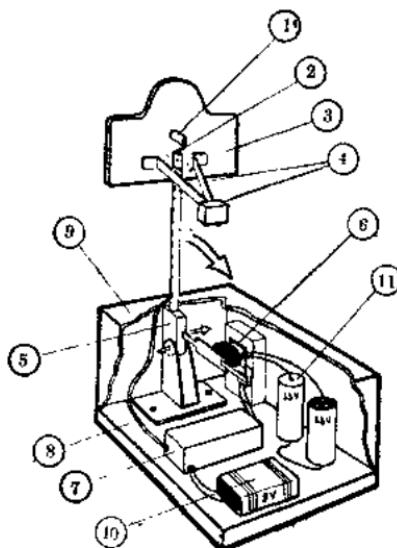
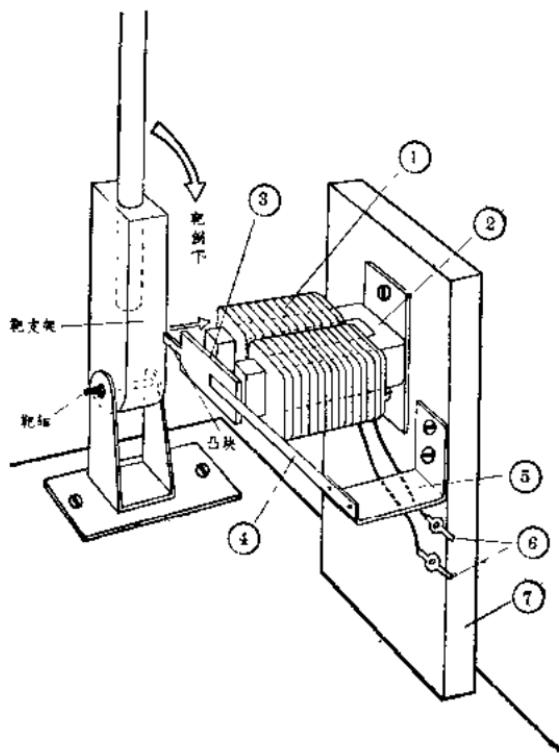
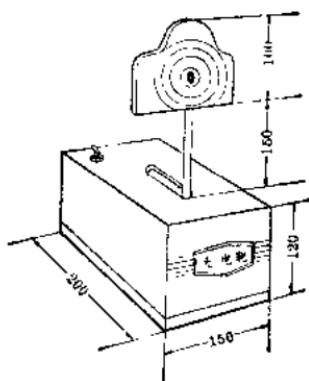

图 6-13
图 6-15
图 6-16
枪做好之后，下面就要做光电靶了。在图 6-13 中可以看到光电靶的构造：①是光导管，用来接收由光电枪射来的光线。②是从光导管连接到光电控制器去的软导线。光导管装在光电靶板③的中间。在光电靶板后面装有铁片支架和配重④。光电靶板③是安装在支架⑤上的。⑥是控制光电靶倒下
从图 6-15 中可以很清楚地看到光电靶的结构情况。①是电磁铁线圈。②是铁芯和底座。衔铁③是由弹性铜片④固定在弯角形的衔铁支架⑤上的。衔铁支架用两只木螺钉固定在木块⑦上。当光电枪内射出的光照到光电靶心的光导管上时，光电控制器的继电器便吸合，使电磁铁线圈能通过继电器的常开触点接通 3 伏电池，电磁铁产生吸力，把衔铁③吸向右去，衔铁被吸向右时，光电靶支架因没有凸块的支撑而倒下。我们要第二次再“打靶”时只要把靶扶起，使靶支架再次被电磁铁头上的凸块抵住就行了。因为，这时没有光线照射到光导管上，电磁铁不通电，由弹性铜片④使衔铁又向左面靠过去了，这就可以抵住重新扶起来的靶的支架。当我们了解了光电靶的工作原理后，就可以制作光电靶了。
按图 6-16 的尺寸,用木板(最好用三合板)制作靶板和外壳等等部件,涂上油漆。把光导管塞入一个由薄铁片卷成的直径 6~8 毫米、长 40 毫米的小圆筒的底部。这主要是使光导管不受日光照射的影响。再把这个塞了光导管的小圆筒塞紧在靶板中心的小孔中。另外要注意,这个小圆筒一定要垂直于光电靶的靶板。再按图 6-13 ④的样子用铁皮做两条配重的支架,用锡或铅牙膏壳做成一小块配重,固定在配重物支架上,把支架用小钉固定在靶板后面。靶板支架可用木条或
木块做成，下面用铁皮做一个U形的托架，钉在靶的木底座上（图6-13）。再把光电控制器安放在靶底座上。剩下就是制作电磁铁和总的调整工作了。电磁铁的做法同通用光电控制器的电磁铁做法是一样的，用薄铁皮迭成铁芯，上面用直径0.2~0.3毫米左右的漆包线，按图6-17B的方向绕满线圈框架，两个线圈绕线的方向要注意，如果反了，电磁铁是不会产生吸力的。再把电磁铁和衔铁、衔铁支架按图6-15的样子装
先把光电枪的光线对准光电靶中心的光导管照一下，看看电磁铁的衔铁是不是能吸上。如果电磁铁的衔铁吸不上，那就要找找原因，到底是衔铁的弹簧片太硬了呢？还是衔铁离开磁铁的铁芯太远了？一般衔铁离开磁铁的铁芯只要有3毫米左右就行了，不能太远，太远了电磁铁吸力不够，就吸不上衔铁。也有可能是靶板后面的配重太重了，使得靶板的支架把衔铁头上的小凸块压得太紧，而使衔铁卡住吸不上。如果是这样，那就需要把配重减轻一点。当我们排除了上面的一些故障之后，当光电枪筒的光线一照到光电靶中心的光导管上，电磁铁就会啪的一声把衔铁吸上了。接着我们再检查一下电磁铁吸住了衔铁之后，靶板是不是能立刻向后倒下来？如果虽然电磁铁吸上了衔铁，但是靶板却并不向后倒下来，那肯定是衔铁吸上之后，它的小凸块还未能完全离开靶板支架。这时，我们只要把安装电磁铁的大木块（图6-15的⑦）向右略移过去一点，使得电磁铁一吸上衔铁后，衔铁端头的凸块便能完全离开靶板支架，这样靶板便会在配重的重力作用下，立即向后倒下去。